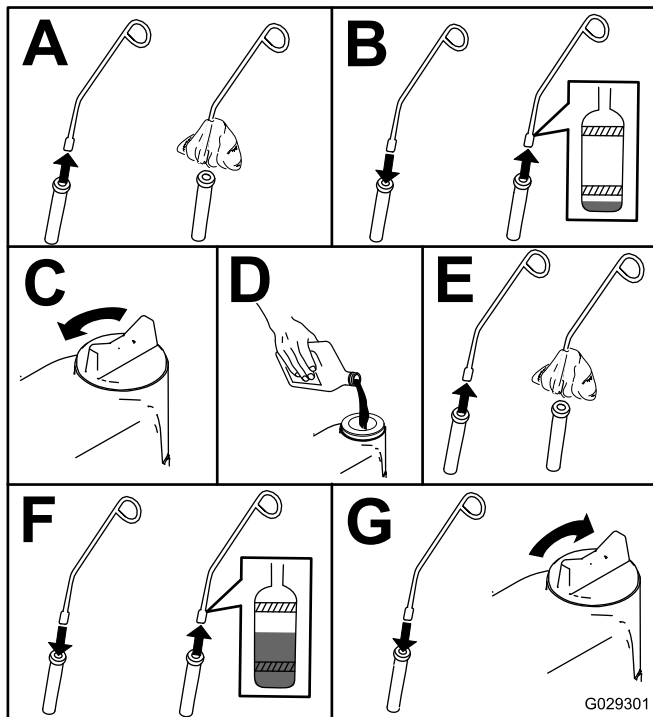

Bild 46
- Prüfen Sie den Ölstand und füllen Sie ggf. Öl auf (Bild 46).